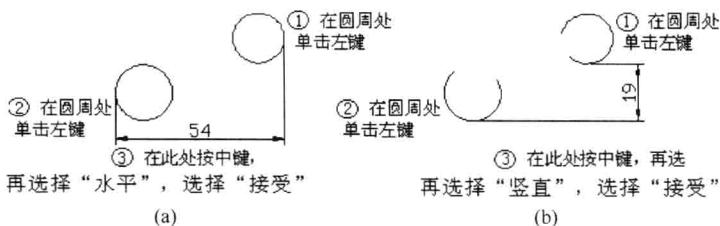

图 1-3 标注圆周到圆周的距离
- 11) 标注圆周到圆周的距离 按图 1-3 所示的①②③的顺序标注尺寸。